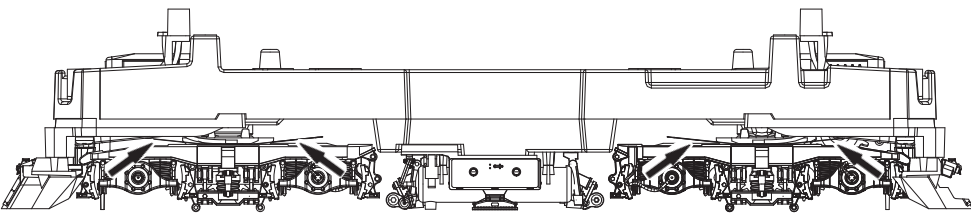

Fig. 9
3. Haftreifenwechsel: Zuerst den Getriebedeckel abnehmen (Fig. 9). Danach den **Radsatz** herausnehmen und die **Haftreifen** mit einer Nadel od. mit einem feinen Schraubendreher abziehen (Fig. 5). Beim Aufziehen der neuen Haftreifen darauf achten, dass diese sich nicht verdrehen.
3. Change of traction tyre: Remove the gear cover (fig. 9). Take out **wheel set** and remove **traction tyre** using a pin or a fine screwdriver (fig. 5). When pressing on the new traction tyre please **avoid twisting it**.
3. Échange des bandages d'adhérence: Démontez d'abord **le couvercle du carter des engrenages** des engrenages (fig. 9). Délogez ensuite les essieux bandagés et enlevez, à l'aide d'une aiguille ou d'un tourne-vis fin, les bandages d'adhérence (fig. 5). Lors du montage des nouveaux bandages veuillez veiller à ce que les bandages **ne soient pas tordus**.